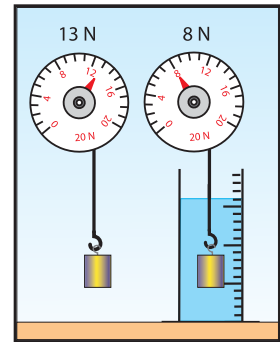

Fig.17
- 4- Deux élèves veulent connaître l'intensité de la poussée d'Archimède exercée par l'eau sur le corps accroché au dynamomètre. Les valeurs des forces indiquées par le dynamomètre sont reportées sur la figure (Fig.17). Le premier dit : « elle est de 16 N ». Le second dit : « elle est de 10 N ». Qui a raison ? Pourquoi ?